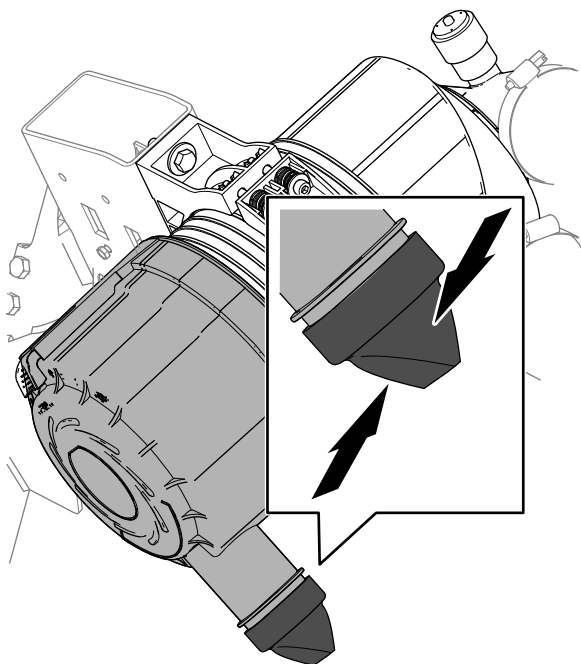

Рисунок 118
4. Сожмите клапан удаления пыли (Рисунок 118).